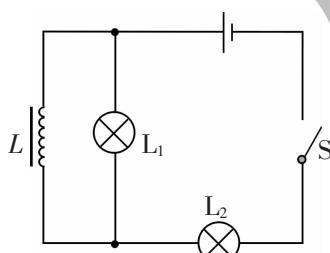

图 1-6-8
2. 在如图 1-6-8 所示的电路中， L 是自感系数足够大的线圈，它的电阻可忽略不计， L_1 和 L_2 是两个完全相同的小灯泡。